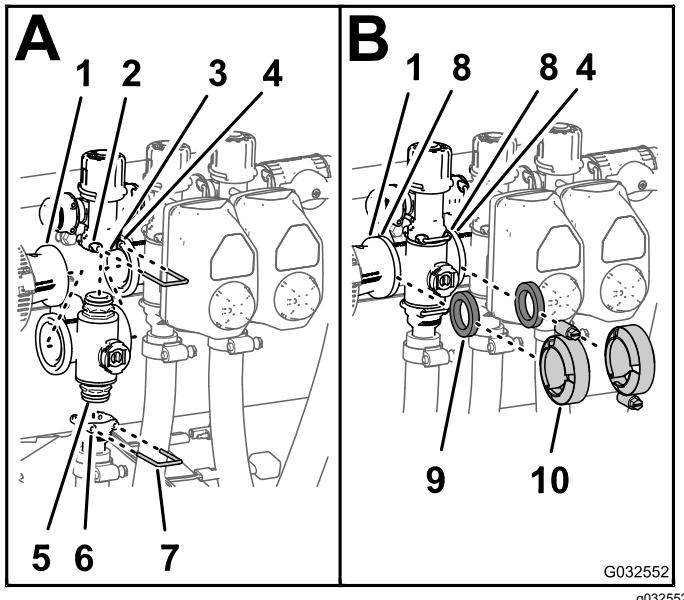

Figura 112
1. Inserte el conector de extremo superior del distribuidor en el acoplamiento de desvío (A de Figura 112).
- Sujete el conector de extremo al acoplamiento de desvío insertando una horquilla de retención en el acoplamiento de desvío (A de Figura 112).
- Monte el conector de salida en el conector de extremo inferior del distribuidor (A de Figura 112).
- Sujete el conector de extremo al conector de salida insertando una horquilla de retención en el conector de salida (A de Figura 112).
- Alinee una junta entre las bridas del racor reductor y el distribuidor de la válvula de sección (B de Figura 112).
- Monte el racor reductor, la junta y el distribuidor de la válvula de sección con una abrazadera apretada a mano (B de Figura 112).
- Para instalar las 2 válvulas de sección de la izquierda, alinee una junta entre las bridas de los distribuidores de las 2 válvulas de sección adyacentes (B de Figura 112).
- Monte los distribuidores de las 2 válvulas de sección adyacentes y la junta con una abrazadera apretada solamente a mano (B de Figura 112).